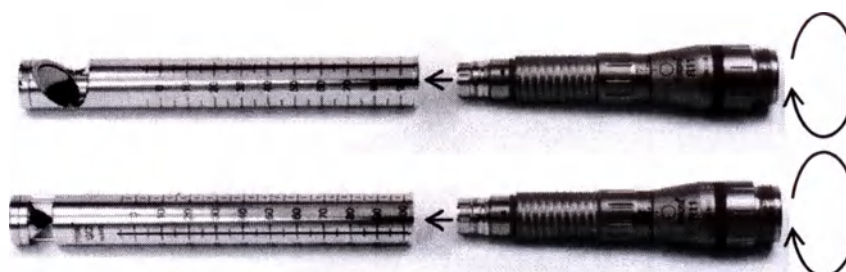
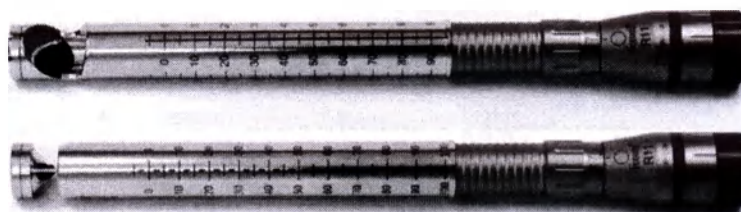

Рисунок 11: Присоединение и фиксация манипулы к адаптеру GA (или GC).
Рисунок 12: Полностью собранный с манипулой адаптер GA (или GC).
2. Снимите спейсер манипулы и ввинтите манипулу во входную часть адаптера GA (или GC) (см. Рисунок 11 и Рисунок 12).